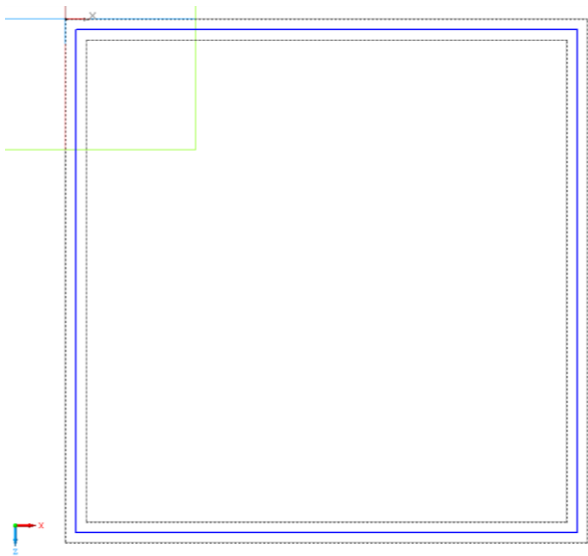

Рис. 12.13.
3.5. Создайте эскиз-прямоугольник с координатами точек диагонали (не забудьте: нам нужно снять материал по толщине 2 мм!): (2; -2) и (98; -98) (рис. 12.13).